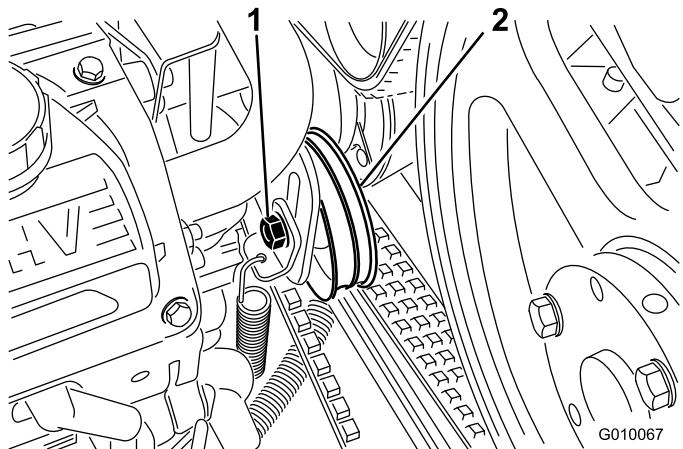

Bild 57
3. Lösen Sie die Pumpenriemenspannschraube so weit, dass sie im Einstellschlitz bewegen kann (Bild 57).